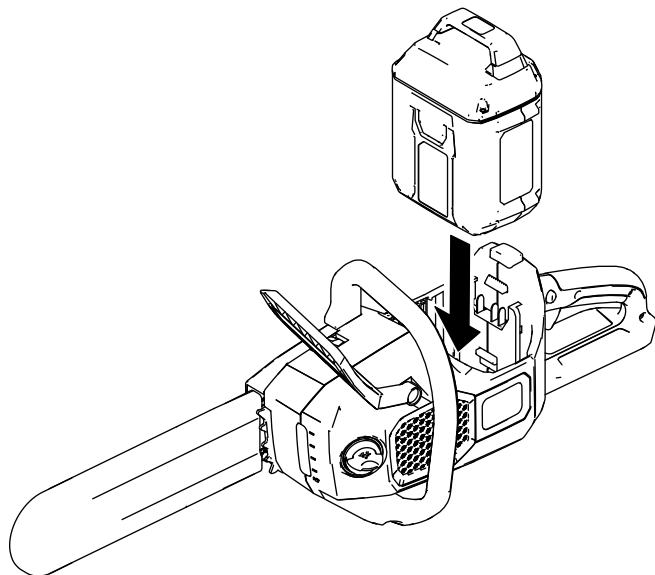

Bild 7
3. Fluchten Sie die Zunge des Akkupacks mit dem Akkupackfach in der Kettensäge aus (Bild 7).